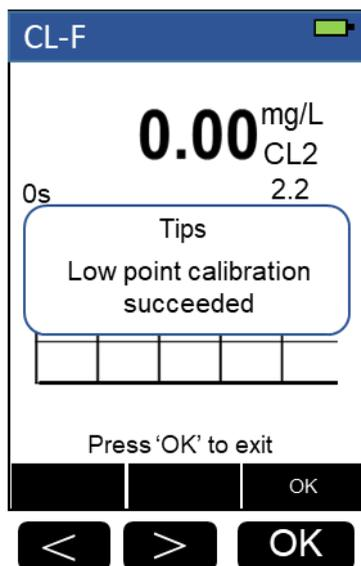

图 20: 空白校准成功
3. 根据向左和向上按钮调整低点样本数据的输入，然后按 **Calib** 按钮。应该注意的是，为了获得最佳结果，该浓度应小于最大浓度的一半。仅当输入浓度值在指定范围内时，才会出现校准成功屏幕，如图 20 所示。按 **OK** 键返回所选方法屏幕。
3. 根据向左向上按钮调整输入的高点样品数据，按 '**Calib**' 按钮。需要注意的是，为了达到最佳效果，建议标准溶液的浓度大于方法的最低浓度（可支持的比色方法列表）。只有当输入的浓度值在指定范围内时，才会出现校准成功的画面，如图 20 所示。按 "**OK**" 键，返回所选方法界面。